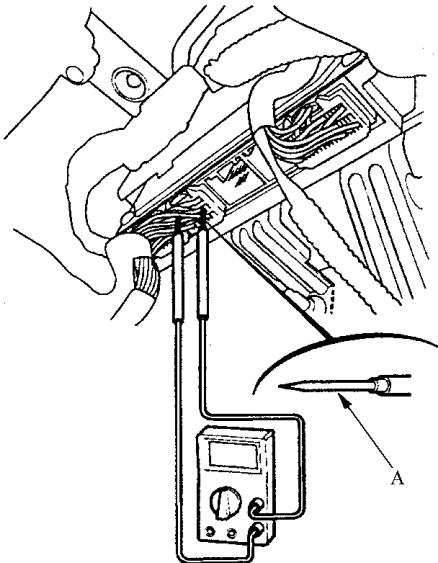

图 3-4 将探头轻轻地从导线侧插入插接器
1) 如图 3-4 所示，将尖形测试仪探头 A 轻轻地从导线侧插入插接器内，直至接触到导线端子的端部为止。